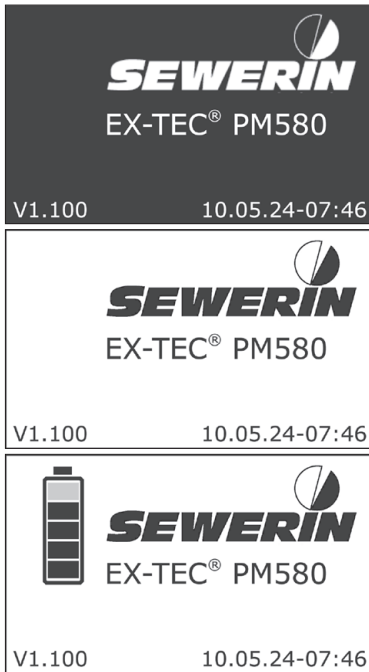

Fig. 9: Sequência de imagens iniciais durante o processo de ligação. O logótipo pode ser personalizado através do software **GasCom**.
- a) Surge uma sequência de imagens iniciais (fig. 9). O sinal para a medição em pausa é emitido.
A definição realiza-se na sequência das imagens iniciais (fig. 9).
As definições são efetuadas antes de surgirem as imagens iniciais (fig. 9).